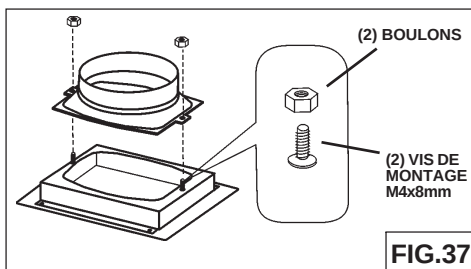

FIG.37
1. Fixer le collier sur la partie pour le retour d'air en utilisant (2) vis de montage M4x8mm et (2) boulons. Voir Fig. 37.